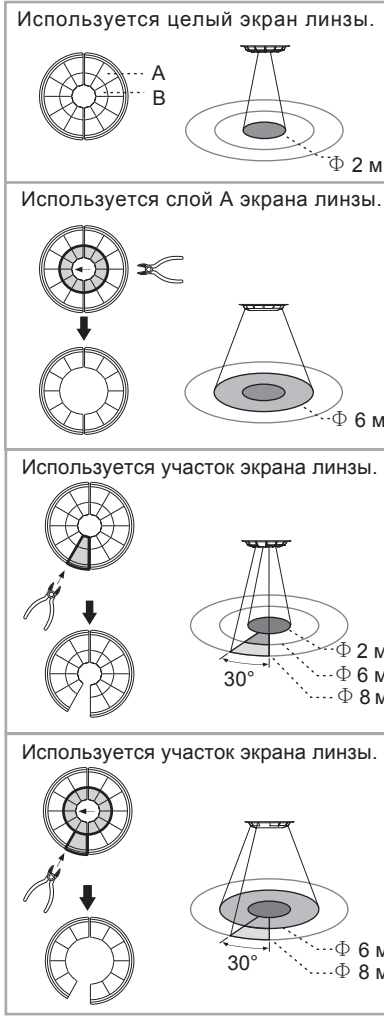

Рис. 24
4.2.3.2 После выбора необходимой области обнаружения уберите участки экрана линзы, которые больше не нужны (см. рис. 24).
● Затененная область на рис. 24 показывает область обнаружения, которая открывается при удалении участков экрана линзы.